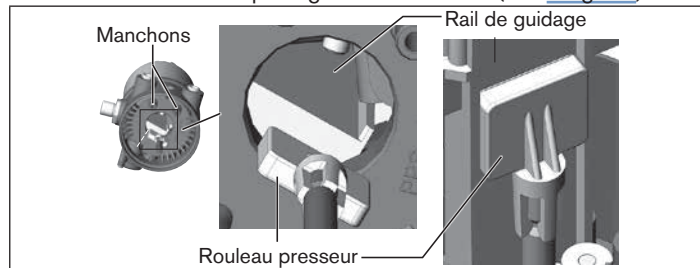

Fig. 6 : Disposition du rouleau presseur et des manchons
2. que les manchons de la tête de commande entrent dans les raccords d'air de pilotage de l'actionneur (voir « Fig. 6 »).